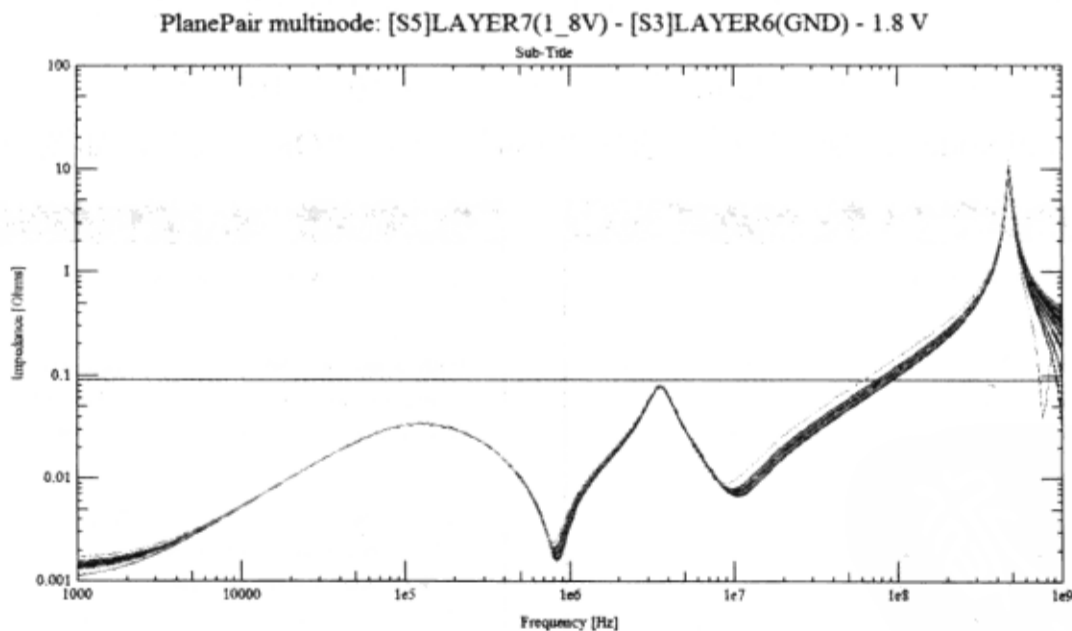

图 10-7-99 平面对多节点分析结果
(2) 在“Power Integrity Design & Analysis”对话框中单击“Multi Node Simulation”按钮，并在 Allegro PCB PI option XL 警告窗口中单击“是”按钮，如图 10-7-99 所示。